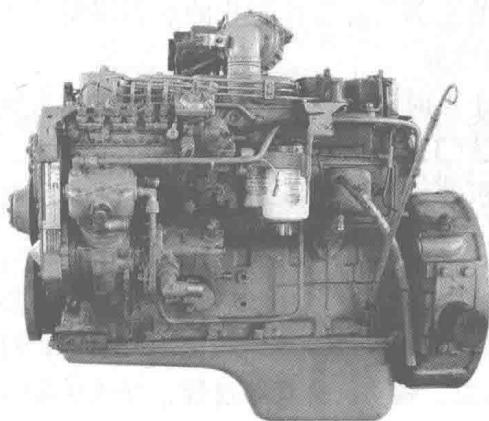
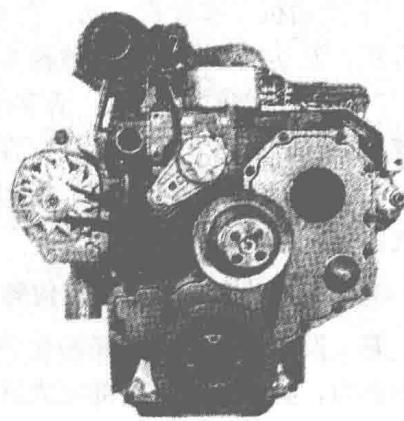

图 1-7 发动机侧面
图 1-8 发动机正面
(1) 发动机总体构造。发动机总体构造，如图 1-7、图 1-8 所示。